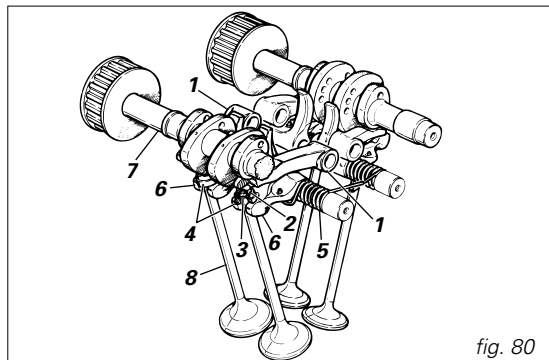

fig. 80
**Esquema de distribución desmodrómica (fig. 80)**